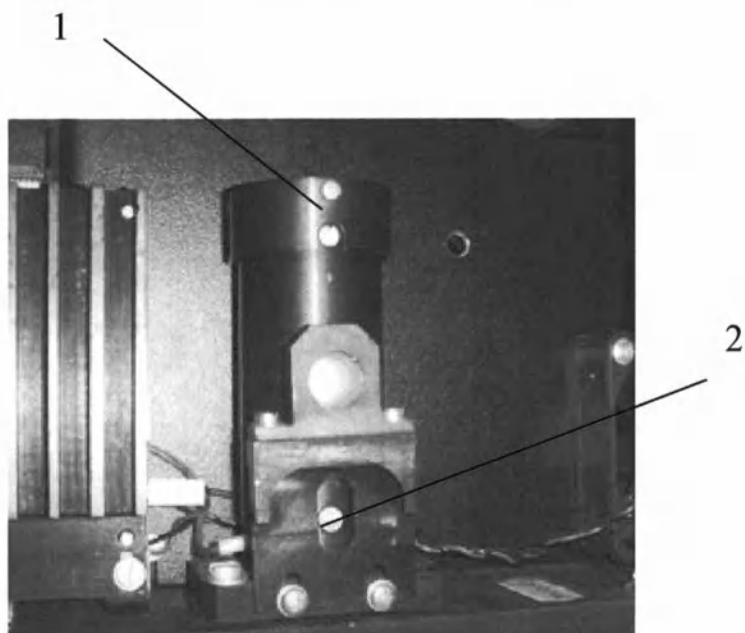

Рисунок 11.3
- снять кожух 1 с лампы, предварительно ослабив винт 2 (рисунок 11.3);